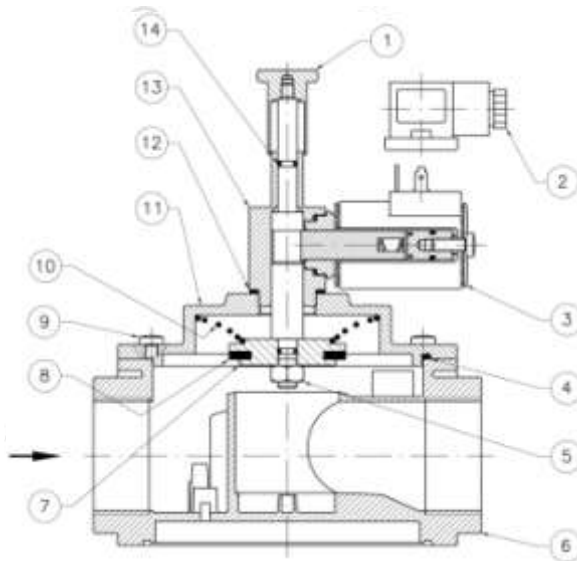

Рис. 2
Клапан (рис. 2) состоит из: рукоятка механизма возврата (1); электрический коннектор (2); соленоид (3); верхнее уплотнительное кольцо (4); гайка (5); корпус (6); затвор (7); уплотняющая прокладка (8); винты крепления (9); пружина запирающего механизма (10); крышка (11); алюминиевая шайба (12); латунный блок (13); уплотнительное кольцо (14).